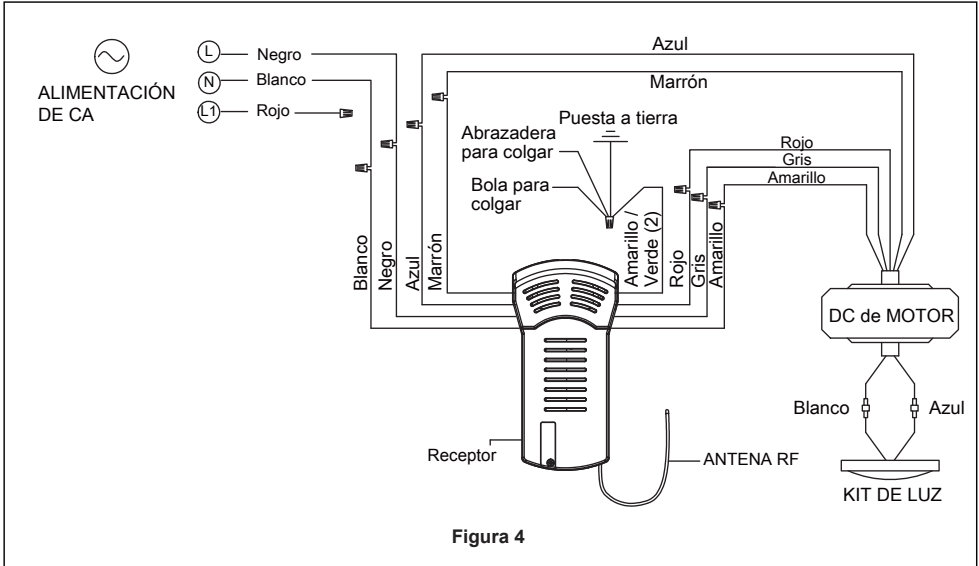

Figura 4
4. Enrosque el soporte de la varilla y alinee los orificios de la clavija de horquilla en ambas piezas. Instale la clavija de horquilla y asegúrela con la pinza de horquilla. Fije los dos tornillos de presión y las tuercas de seguridad en el soporte de la varilla interior. (Figura 4)
2. Levante cuidadosamente el ventilador y coloque el ensamble de la bola para colgar/varilla en la abrazadera para colgar que acaba de fijar a la caja de salida. Asegúrese de que la ranura de la bola esté alineada con la lengüeta de la abrazadera para colgar. (Figura 4)
3. Realice las conexiones de cables al bloque del terminal como se muestra en la Figura 4.
4. Instale la unidad LED en la unidad del kit de iluminación usando los tornillos extraídos en el paso 3A. (Figura 4)
- 4.** Para que el ventilador sea funcional, instale las pila (incluidas) de 3V en el transmisor del mando a distancia. Mientras el ventilador esté apagado. A continuación, siga el proceso de fijación remota de código. Si no se utiliza el ventilador durante un largo período de tiempo, extraiga la batería para evitar cualquier daño al transmisor. Almacene el mando a distancia en un lugar alejado del calor o la humedad excesiva. (Figura 4)